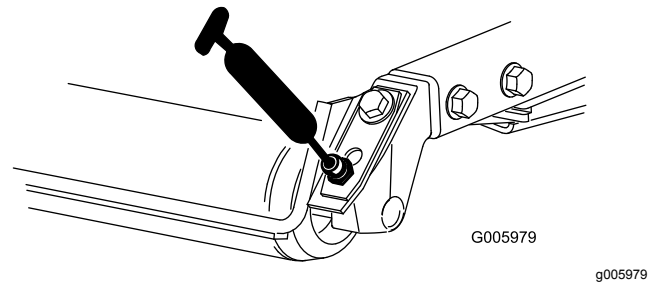

Figure 25
- Roulements de rouleau arrière (2 par plateau de coupe) (Figure 25)